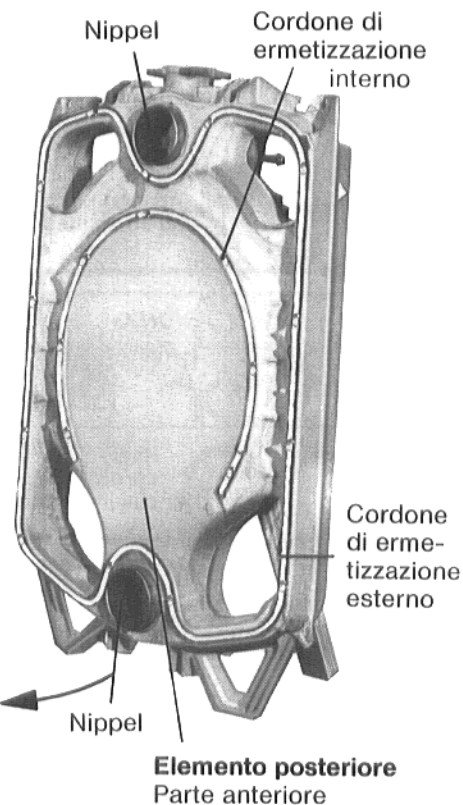

Fig. 11
**Cordone di tenuta elastico** (Tapafil) va posto nelle scanalature **interna ed esterna** della parte anteriore dell'elemento posteriore con leggera pressione (vedi Fig. 11).